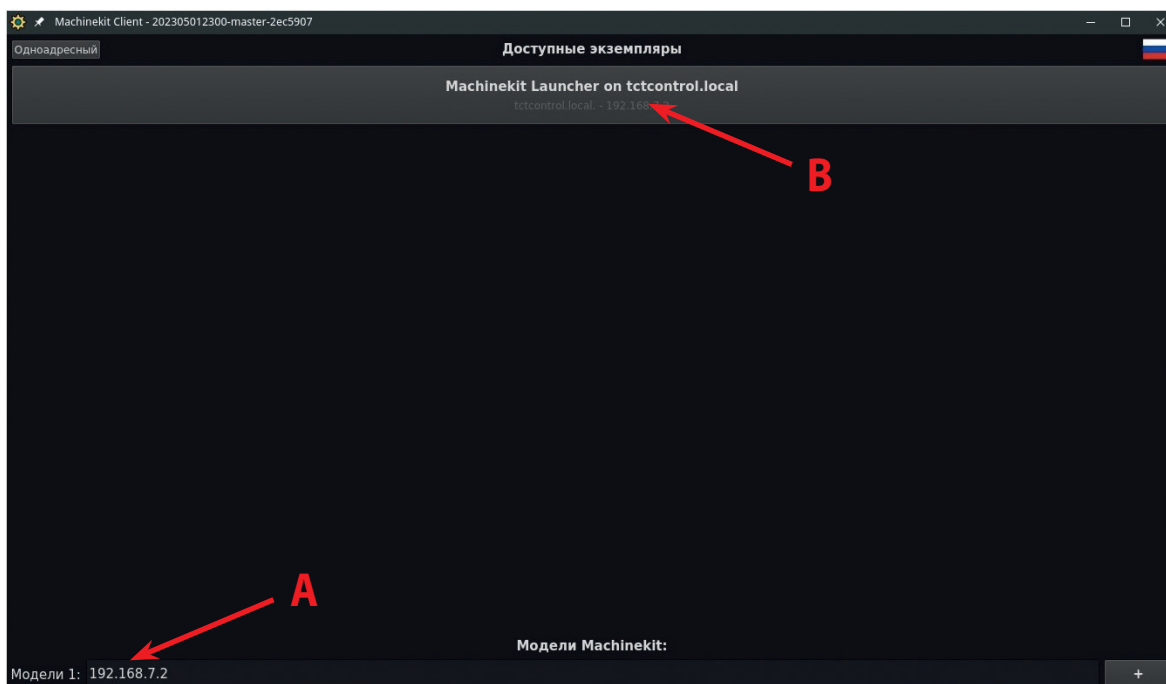

Рис. 14
- **A.** В строке **Модели 1** напишите IP адрес (рис. 14):